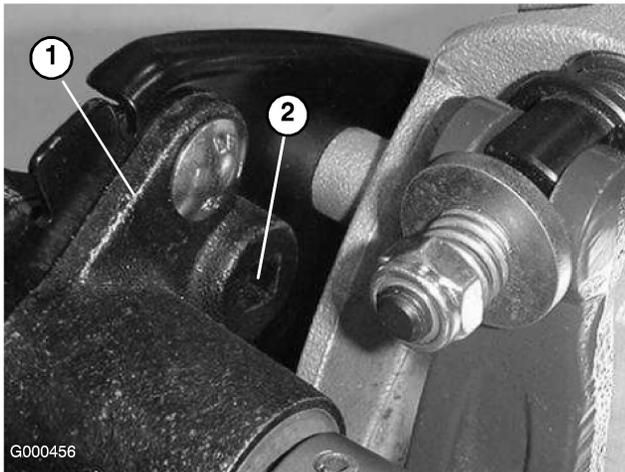

図 33
B. 3/8インチのトルクレンチでベアリング・ハウジングを0.4～0.46 kg.mのトルクで回転させてベルトを張る（図 33）。